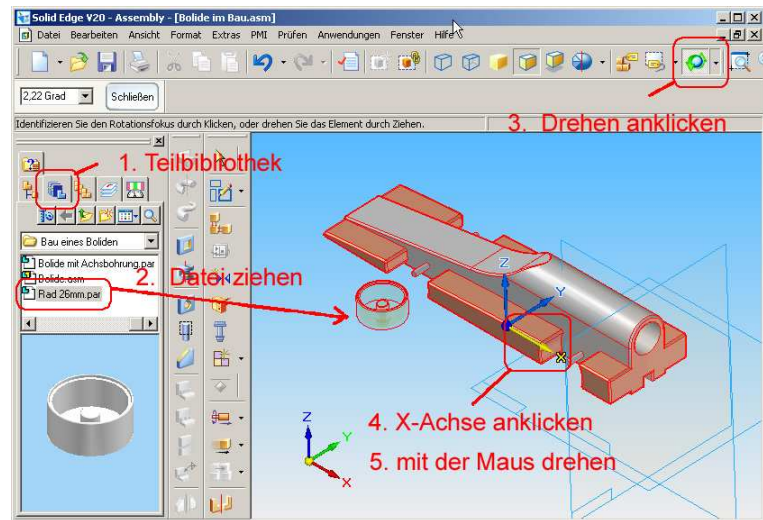
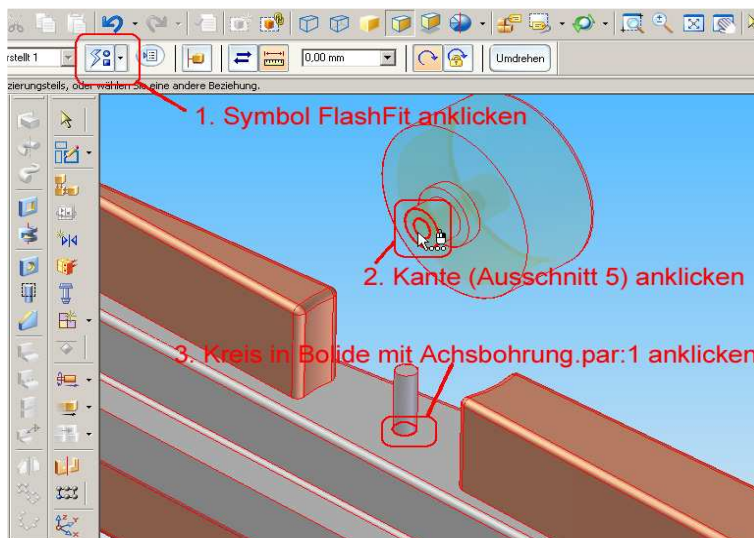

Abb. 45 Rad einfügen und drehen
Abb. 46 Rad mit FlashFit anbringen
1. **Teilbibliothek** anklicken und **Rad 26mm.par** auf die Arbeitsfläche ziehen und in der Nähe der Vorderachse ablegen. (Abb. 45).
2. Um das Rad aufsetzen zu können, sollte es von der Unterseite sichtbar sein, Daher drehen Sie die Ansicht um die X-Achse, vergrößern Ihren Ausschnitt und schließen die Veränderung der Ansicht mit rechtem Mausklick ab (Abb. 45 und Abb. 46).
3. Beachten, dass im Feld Beziehungstypen das Symbol **FlashFit** sichtbar ist (Abb. 46).